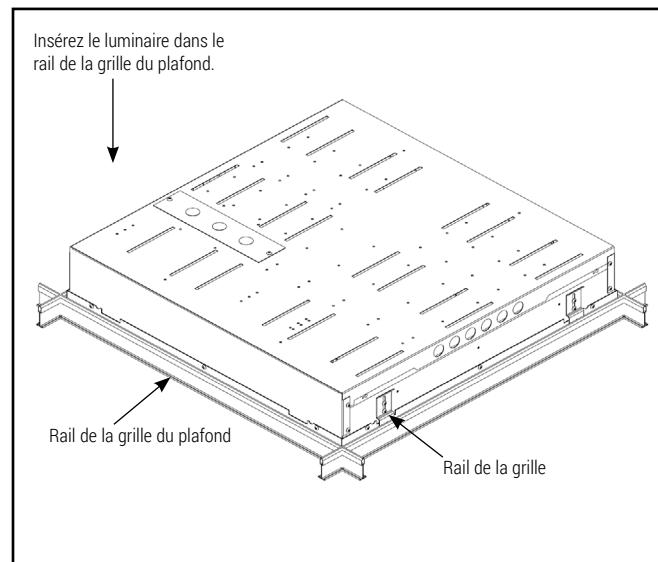

Figure 4.
5. Passez le luminaire dans la grille du plafond à un angle de 45 degrés, puis installez-le sur la grille du plafond. Utilisez des fixations pour fixer le luminaire à la grille en T (figure 4).